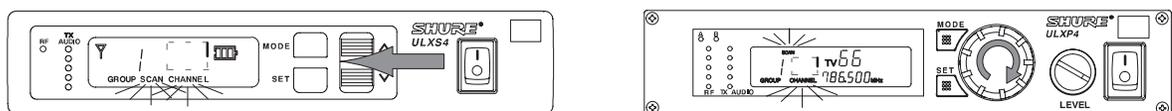

FIGURA 10
- Premete il pulsante (ULXS4) o girate la manopola di regolazione (ULXP4) in senso orario di un quarto di giro. Sul display appare il primo canale disponibile, come illustrato in Figura 10.